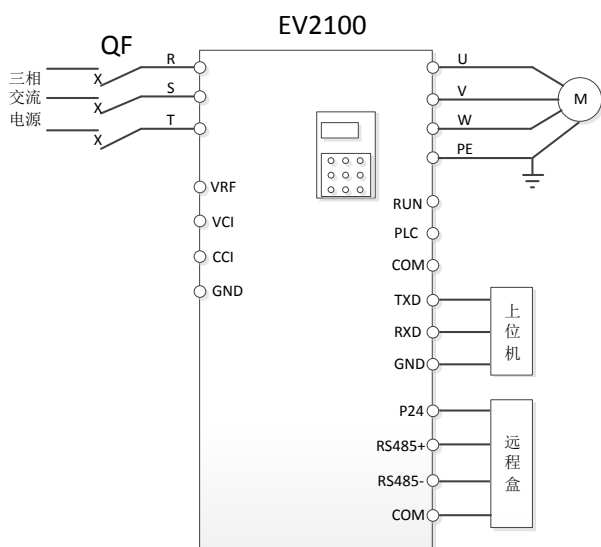

图4-16 串口运行配线图
如图4-16所示。
- (1)按图4-16接线后上电;
- (2)用PANEL/REMOTE键进入上位机串口控制方式;
- (3)修改F0.02功能码参数为30.00,即30Hz;
- (4)修改F0.03功能码为2,运行命令由串口控制,将FF组通讯参数设置为与上位机或远程盒配置;
- (5)修改F6.00功能码参数为0;
- (6)若采用RS232方式与上位机相连,请确认CN11的跳线位于RS232位置,信号线接在控制板的RS232口(TXD、RXD、GND)。若采用RS485方式与远程盒相连,请确认CN11的跳线位于RS485位置,信号线接在控制板的RS485口(RS485+、RS485-、P24、COM);
- (7)在上位机的DrvWindows(选配软件)环境中,按RUN按钮(或远程盒上按RUN键),则变频器开始运行;
- (8)在上位机的DrvWindows环境中,按STOP按钮(或远程盒上按STOP键),则变频器停止运行;
- (9)断电。